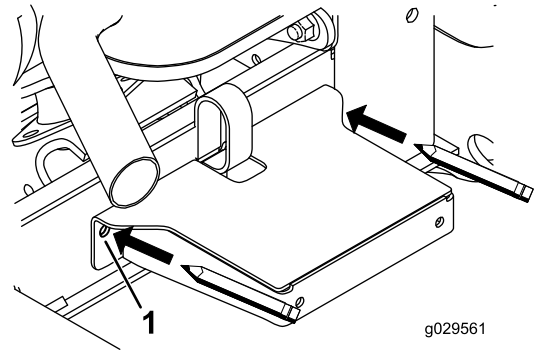

Figure 4
5. Utilisez le support du cadre comme gabarit pour localiser et repérer les 2 autres trous de montage de l'aile dans le profilé du cadre (Figure 4).